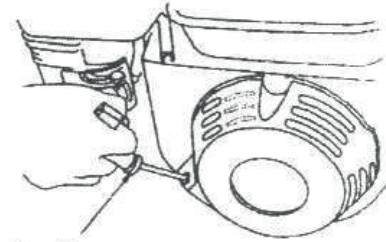

Fig. 14
5) Tirar de la manija de arranque y luego tirarla hasta arriba velozmente. (Fig. 14)